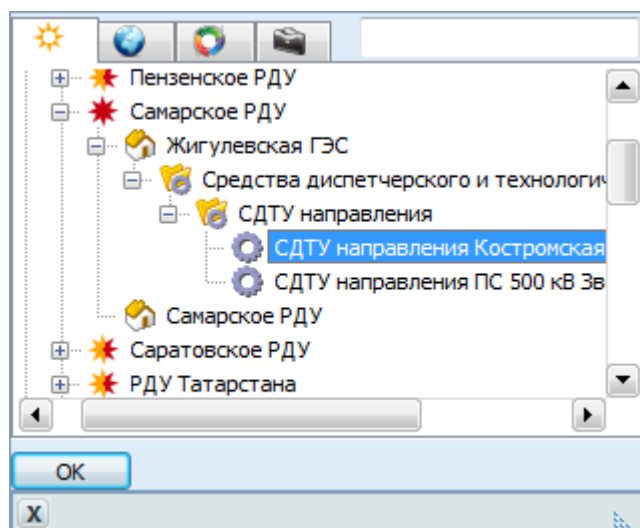

Рисунок 15.3 – Выбор обобщенного оборудования
3) В появившемся списке оборудования, выбранного энергообъекта указать обобщенное оборудование и нажать на кнопку [ОК] (Рисунок 15.3).